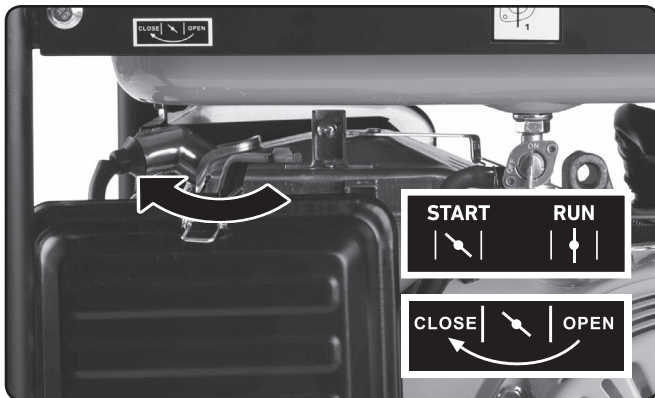

Рис. 16, переключення важеля повітряної заслінки у позицію «start» або «close»
9. Переведіть важіль регуляції повітряної заслінки у позицію «start» або «close» залежно від напису на табличці на агрегаті, див. рис. 16.